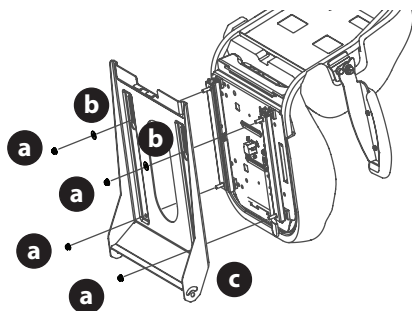

Fig. 5
- b. Pour le levier d'ajustement du siège : utilisez les écrous de blocage à bride (a) et les rondelles plates (b) (Fig. 5).